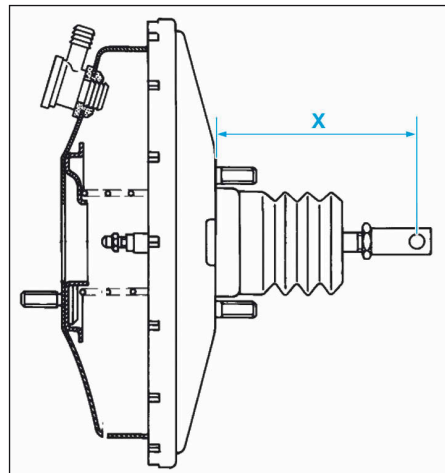

FIG.19
- Vérifier avant le remontage que la cote (X) est de $144,5 \pm 0,5$ mm (Fig.19).